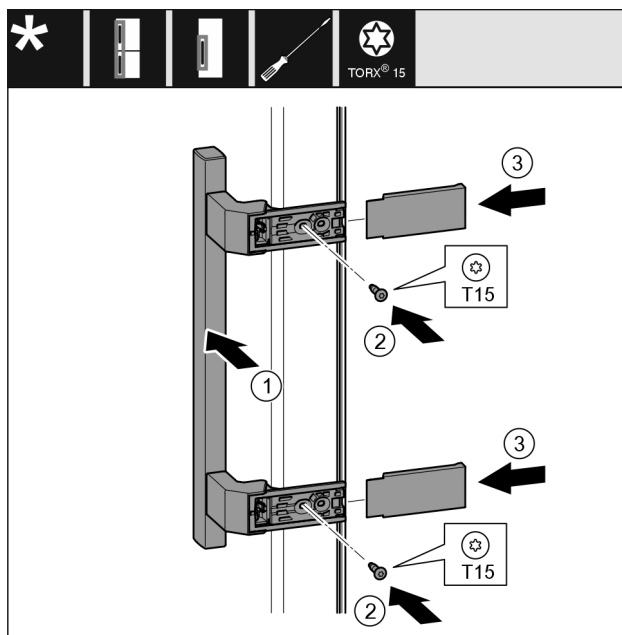

Fig. 21
- 将把手 Fig. 21 (1) 放到反面。
- 将螺钉 Fig. 21 (2) 用螺丝刀拧紧。
- 将盖板 Fig. 21 (3) 放置到侧面并插入。